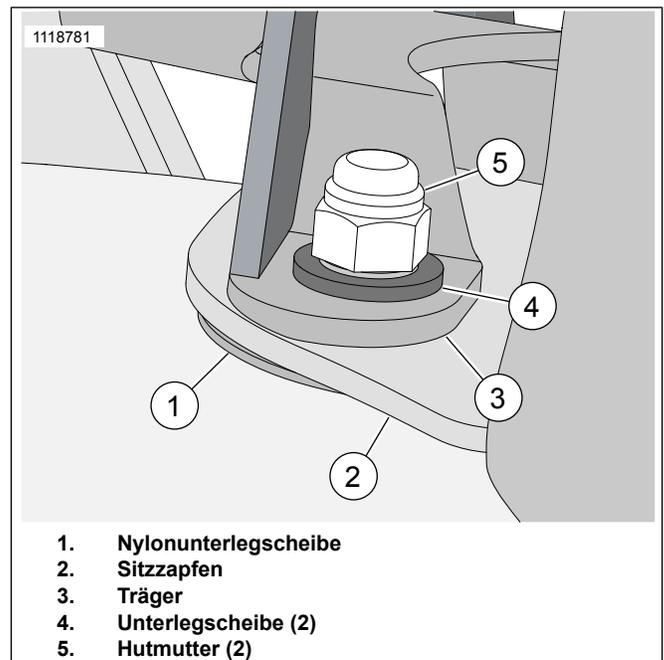
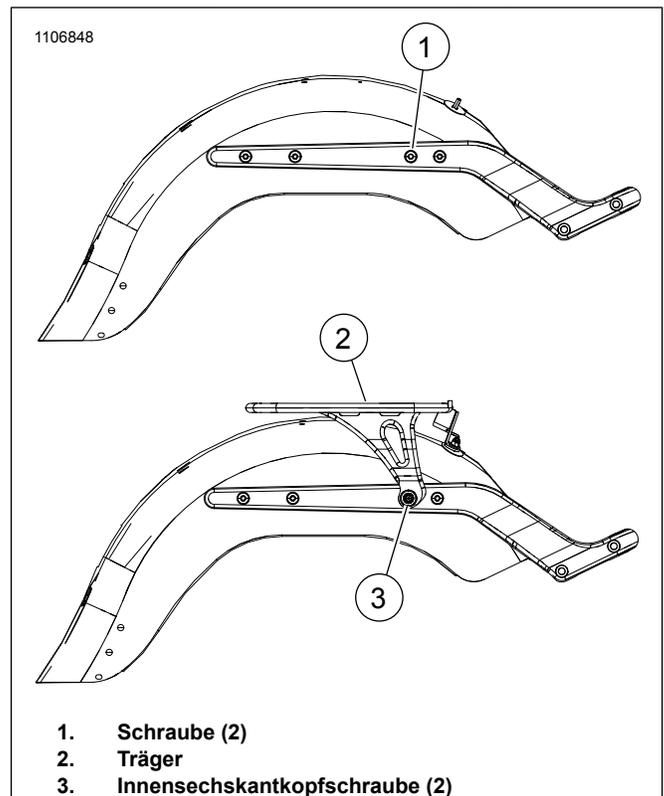

Abbildung 5. Einbau der Befestigungsteile
Abbildung 6. Sätze 50300154 und 50300156:
- 2. Siehe Abbildung 6. Schrauben (1) vom Schutzblech entfernen.
- a. Siehe Abbildung 5. Sicherstellen, dass Nylon-Unterlegscheibe (1) und Sitzzapfen (2) richtig auf den Bolzen positioniert sind.
- b. Position Gepäckträger (3) auf dem Sitzzapfen (2).
- c. Die Unterlegscheiben (4) und die Muttern (5) locker anbringen.
- d. Siehe Abbildung 6. Die Löcher in der Seitenplatte des Trägers mit dem Schutzblech ausrichten.
- e. Die beiden Innensechskant-Kopfschrauben (3) locker anbringen, damit der Träger in Position bleibt.
- f. Eine Innensechskant-Kopfschraube (3) entfernen und Gewindegewandmittel auftragen.